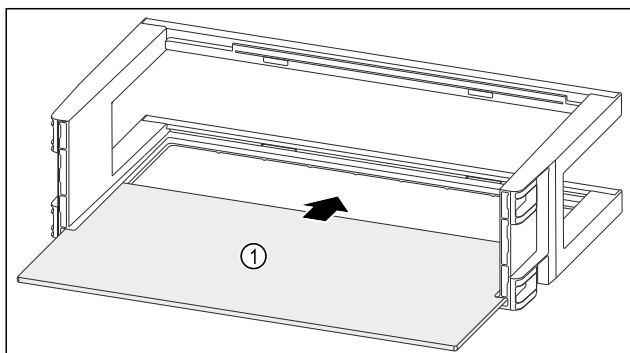

Fig. 118
- Wsunąć półkę Fig. 118 (1) w boczne wycięcia.